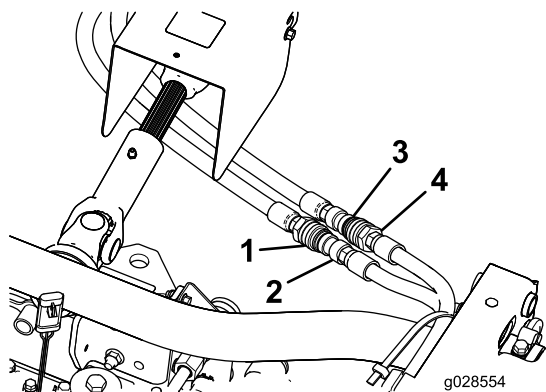

図 6
1. 図 6 に示すように、オスのクイックコネクタカップラをホース3/8 x 79-1/2 インチに組み付けるカップラを37 - 45 N·m (3.7 - 4.6 kg·m = 27 - 33 ft·lb) にトルク締めする。
2. 図 6 に示すように、メスのクイックコネクタカップラをホース 3/8 x 56-1/2 インチに組み付けるカップラを 37 - 45 N・m (3.7 - 4.6 kg・m = 27 - 33 ft-lb) にトルク締めする。